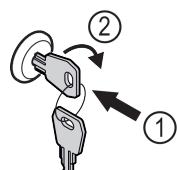

Fig. 127
- Вдавити ключ Fig. 127 (1).
- Повернути ключ на 90° проти годинникової стрілки Fig. 127 (2).
- Повернути ключ на 90° за годинниковою стрілкою Fig. 127 (2).